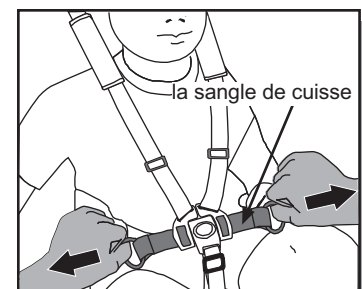

Fig. 22 Serrer la sangle de cuisse.
f. Serrer les sangles de cuisse. Régler les sangles de cuisse pour qu'elles soient bien serrées tout en respectant le confort (Fig. 22).